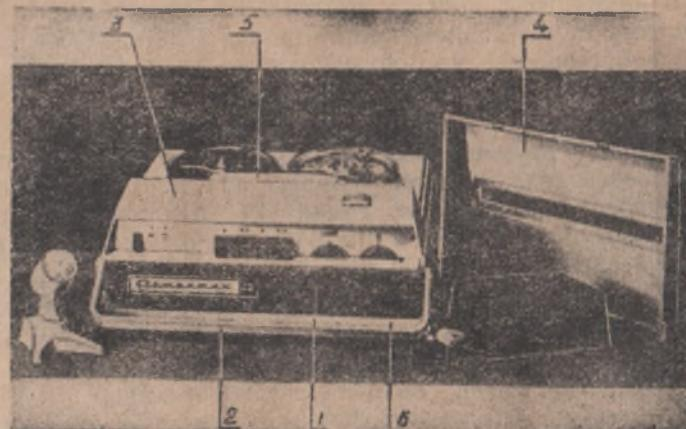

Рис. 1.
Магнитофон «Романтик-3» представляет собой переносный аппарат, размещенный в декоративно оформленном пластмассово-металлическом корпусе (1) рис. 1. Магнитофон переносится с помощью ручки (2). Механизм аппарата закрыт фальшпанелью (3) и дном (6), выполненными из пласти массы, и съемной крышкой (4).